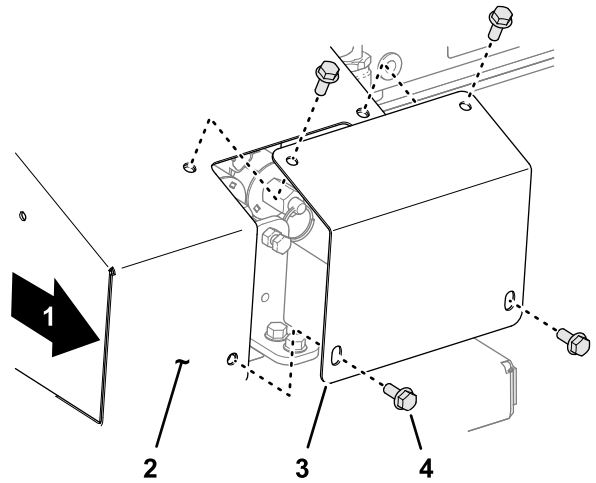

Bild 28
1. Entfernen Sie auf der rechten Seite der Maschine die vier Bundkopfschrauben, mit denen die Abdeckplatte an der Übersteuerungseinheit befestigt ist (Bild 28).